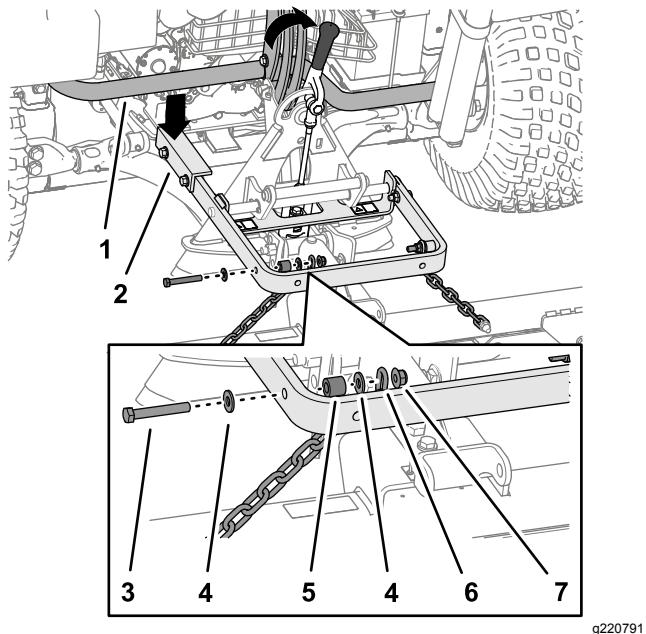

Figura 7
Importante: El brazo largo del conjunto del brazo de elevación debe quedar por debajo del conjunto del bastidor trasero de la unidad de tracción (Figura 7).
Siempre levante y mueva el accesorio usando el asa situada en la parte trasera del adaptador de accesorios (Figura 7).
- Sujete el eslabón superior de cada cadena a la parte externa del brazo de elevación (Figura 7) usando un perno ($\frac{3}{8}$ " x $2\frac{1}{2}"), 2 arandelas ($\frac{3}{8}$ " x $\frac{7}{8}$ "), un espaciador y una contratuerca ($\frac{3}{8}$ ").$